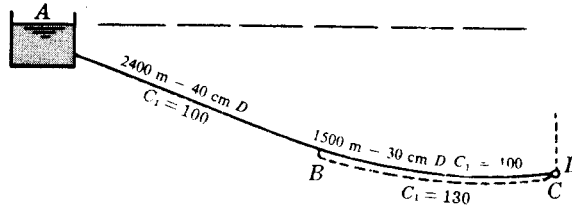

Fig. 8-2
3. En el sistema mostrado en la Fig. 8-2, cuando el caudal desde el depósito A al nudo principal D es de 140 l/seg, la presión en D es 1,40 kg/cm². Se quiere aumentar el caudal hasta 184 l/seg, con una presión en D de 2,80 kg/cm². ¿Qué diámetro debe de tener la tubería de 1500 m de longitud, que ha de ponerse entre B y C en paralelo (dibujada a trazos en la figura), con la existente de 30 cm de diámetro para satisfacer las condiciones exigidas?